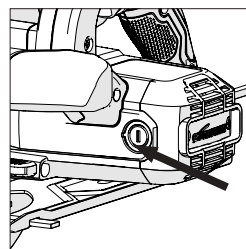

Fig. 17
- Svitare il tappo di plastica che si trova sul retro dell'alloggiamento motore. (**Fig. 17**) Fare attenzione perché il tappo è caricato a molla.